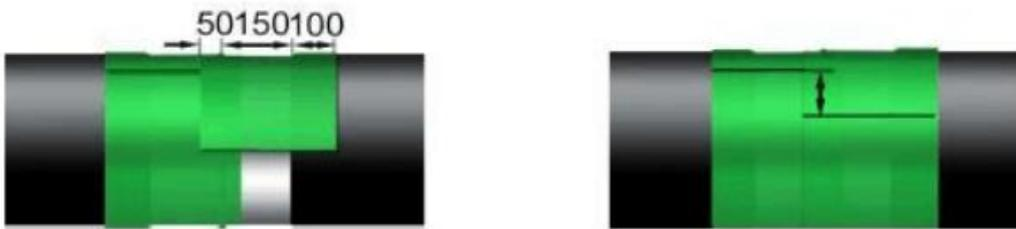

图9
③使用 200mm 宽胶带自另一端缠绕，边缠绕边用力按压胶带搭接部位，使搭接部位平整、密封良好，与管体预制的 PE、PP 或 FBE 涂层搭接长度不小于 100mm，如图 9 所示。